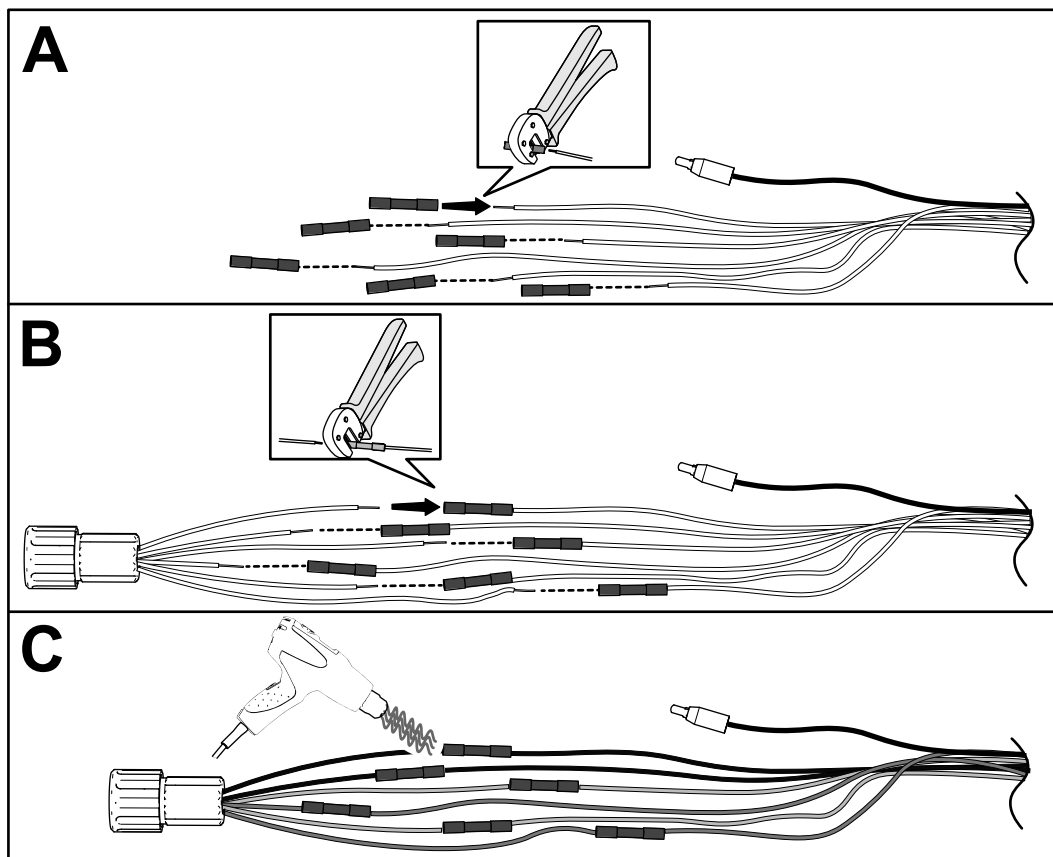

Figura 7
8. Sul cablaggio preassemblato esistente, montate il giunto con estremità aperta sull'estremità dei 6 fili rimanenti contemporaneamente utilizzando una crimpatrice che abbinati la posizione (20-18 AWG); fate riferimento ad A di Figura 7.
9. Inserite ognuno dei fili dell'adattatore del motore nel giunto con estremità aperta corrispondente, abbinando il colore dell'isolamento dei fili, e crimpate il connettore in modo sicuro (B di Figura 7).
10. Utilizzate una pistola termica appropriata per restringere l'isolamento del giunto fino a quando non viene fatto fuoriuscire l'adesivo da ogni estremità (C di Figura 7).